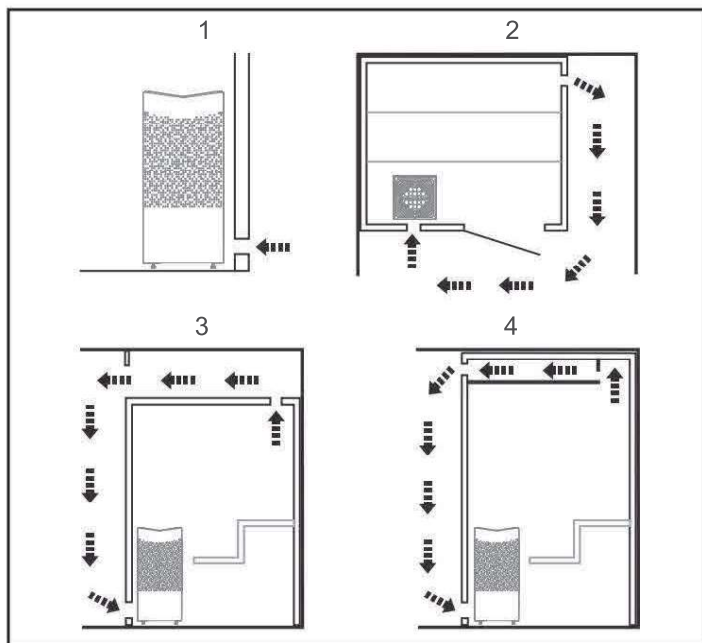

Figura 6: Posizionamento delle bocchette di aspirazione e scarico dell'aria
- La ventilazione della sauna deve essere conforme alle istruzioni in questo manuale (vedere la sezione Posizionamento aspirazione aria, Figura 6, la sezione Posizionamento aspirazione aria, fig 6).
- Posizionare la presa d'aria (vedere la sezione Posizionamento della presa d'aria, Figura 6).
- Posizionare la bocchetta di scarico dell'aria (vedere la sezione Posizionamento della bocchetta di scarico dell'aria, Figura 6).
Il pannello di controllo può essere posizionato all'interno di una sauna Tylö o di una sauna autoconstruita con una ventilazione corretta che funzioni secondo la ventilazione consigliata da Tylö (principio di ventilazione naturale). Leggere le sezioni intitolate Posizionamento della bocchetta di aspirazione e Posizionamento della bocchetta di uscita in queste istruzioni, figura 6. Il pannello di controllo deve essere sempre posizionato all'esterno della cabina sauna se questi requisiti non sono soddisfatti. Se si installa il pannello di controllo all'interno della cabina della sauna, è necessario posizionarlo rispettando le distanze di sicurezza e l'altezza di installazione, vedere Figura 5.
- alla massima distanza possibile dall'apertura di aspirazione dell'aria, ad esempio in diagonale (vedere Figura 6).
- in alto sulla parete o sul soffitto (vedi Figura 6).